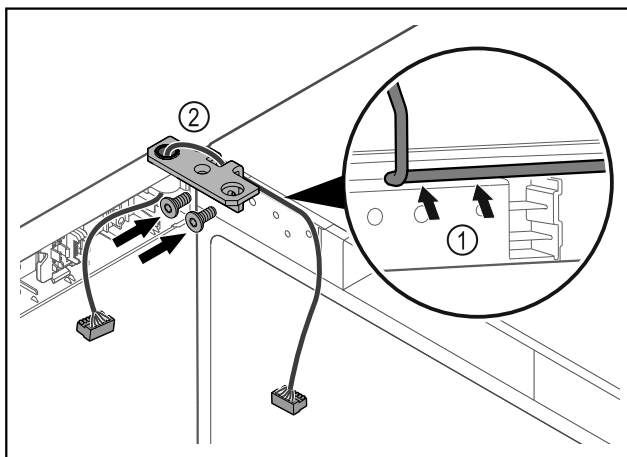

Fig. 45
- Faire passer le câble avec précaution par le trou de l'équerre de charnière Fig. 45 (1).
- Visser l'équerre de charnière Fig. 45 (2).